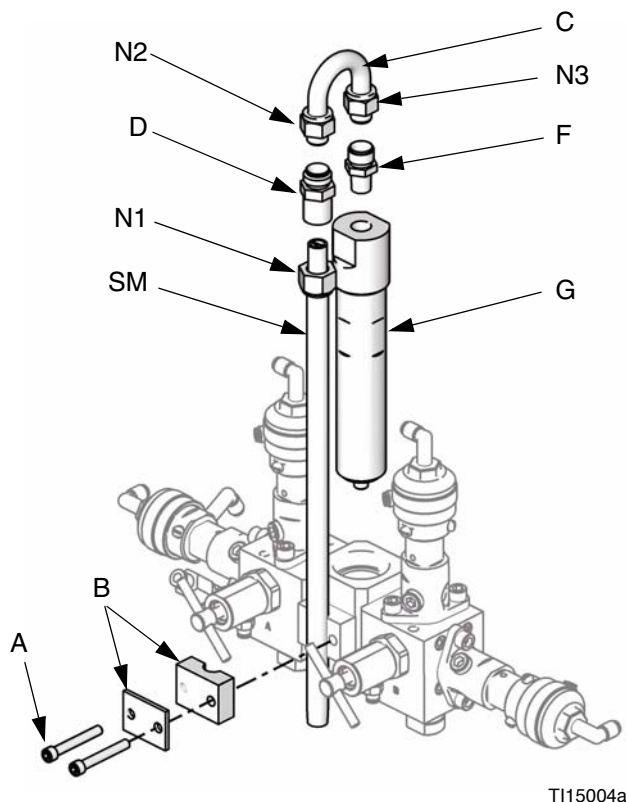

Рис. 7. Демонтаж интегратора и статического смесителя
1. Отвинтите винты (A) и кронштейн в сборе для статистического миксера (B). См. Рис. 7
2. Ослабьте гайку статического смесителя (N1). Удалите и оставьте рядом статический смеситель (SM).
3. Ослабьте гайки U-образной трубы (N2 и N3). Отложите в сторону U-образную трубу (C) и фитинг статического смесителя (D).
4. Удалите и оставьте рядом 1/4 нпт (внешн.) фитинг (F). Удалите интегратор (G) и отложите.